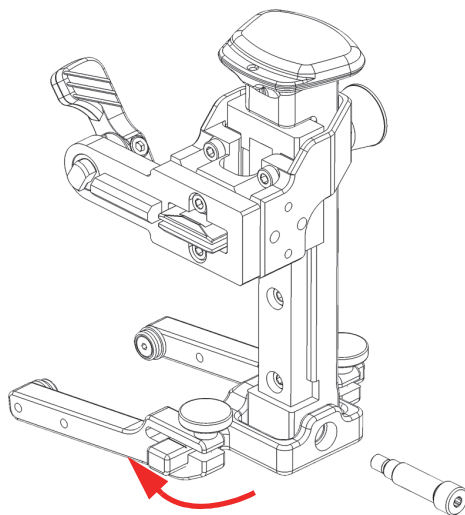

图 2-23 翻转轆的旋转梁
6. 将轭的旋转梁旋转180度，然后将弹簧加载臂的滑轨重新滑入到的旋转梁中（参见第55页的图 2-23）。